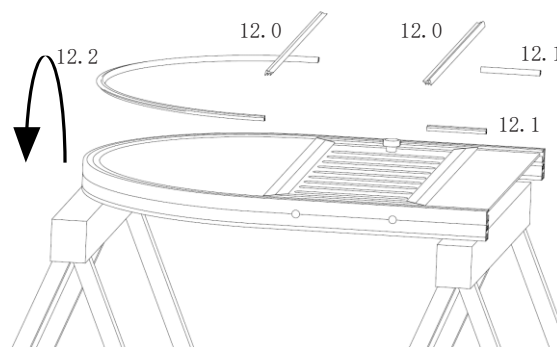

Abb. 11
- die Baugruppe umdrehen und wieder auf den Arbeitsböcken ablegen. (Abb.11)
- die Keildichtungen, wie in der Abb.11 dargestellt, einziehen/reindrücken.